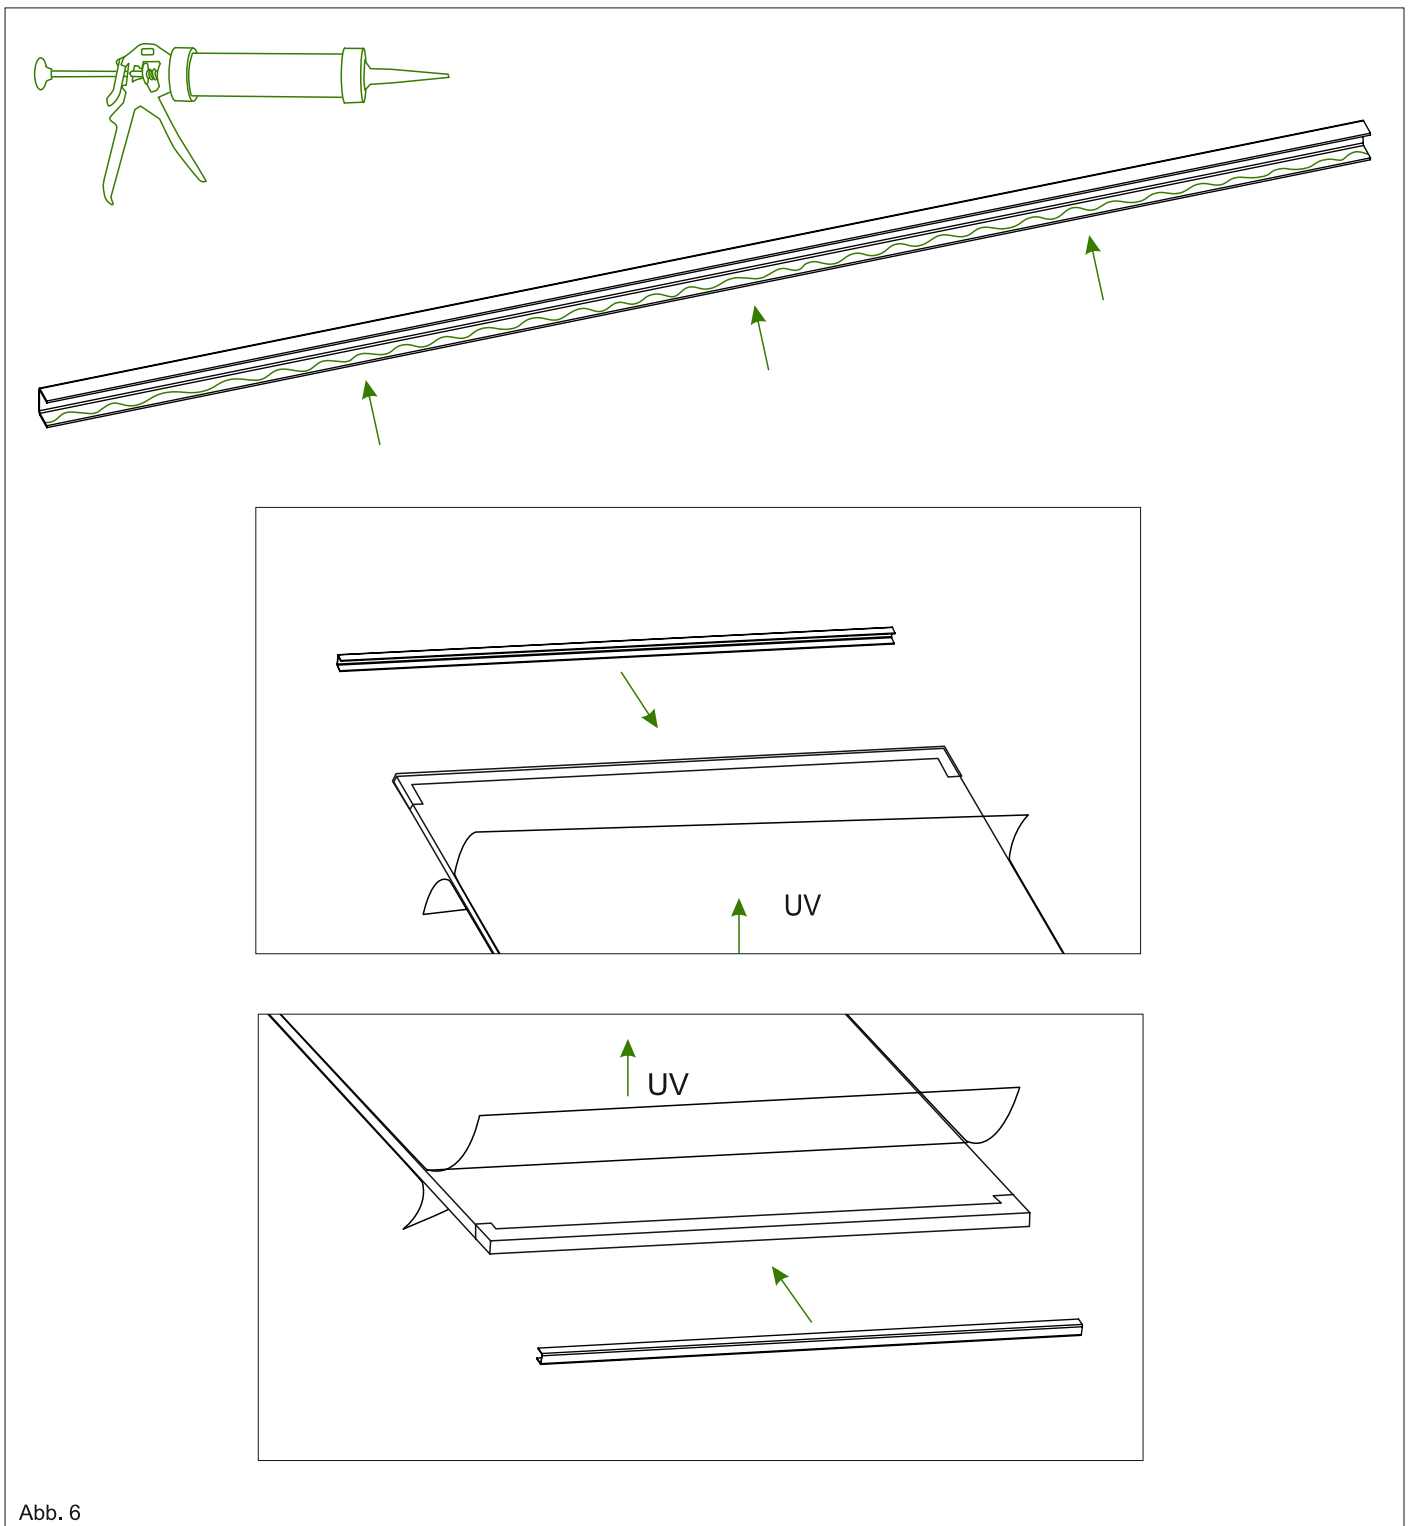

Abb. 6
3. Nehmen Sie die Klickleisten KL-A935 und KL-A980 und verteilen Sie eine dünne Schicht Silikondichtung auf der Innenseite des Kantenprofils (Siehe Bild). Befestigen Sie die auf jede Polycarbonatplatte jeweils eine Klickleiste KL-A935 auf einer Seite und eine KL-A980 auf der anderen Seite. Achten Sie dabei, dass die UV-Seite oben bleibt. Wiederholen Sie diesen Vorgang mit allen gelieferten Polycarbonatplatten. Siehe Abb. 6.
6. Knicken Sie überstehende Enden von den Wandprofildichtungen, die an den Sparrenabdeckungen sitzen, nach unten und befestigen Sie den Abschlusswinkel mit jeweils 2 Bohrkopfschrauben an den Sparrenabdeckungen fest. Siehe Abb. 6.